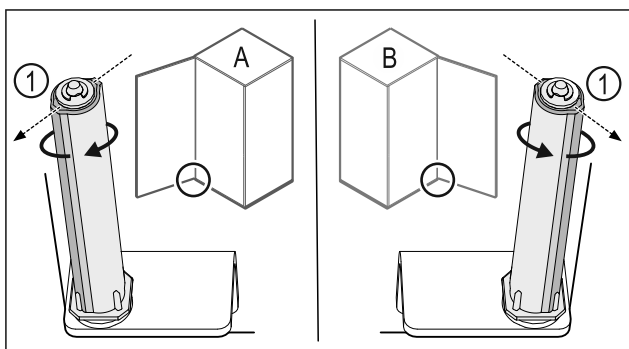

Fig. 40 Vänsterhängd (A)/högerhängd (B)
- Vrid låssystemet mot motståndet, tills låssystemets klack Fig. 40 (1) är vänd utåt.